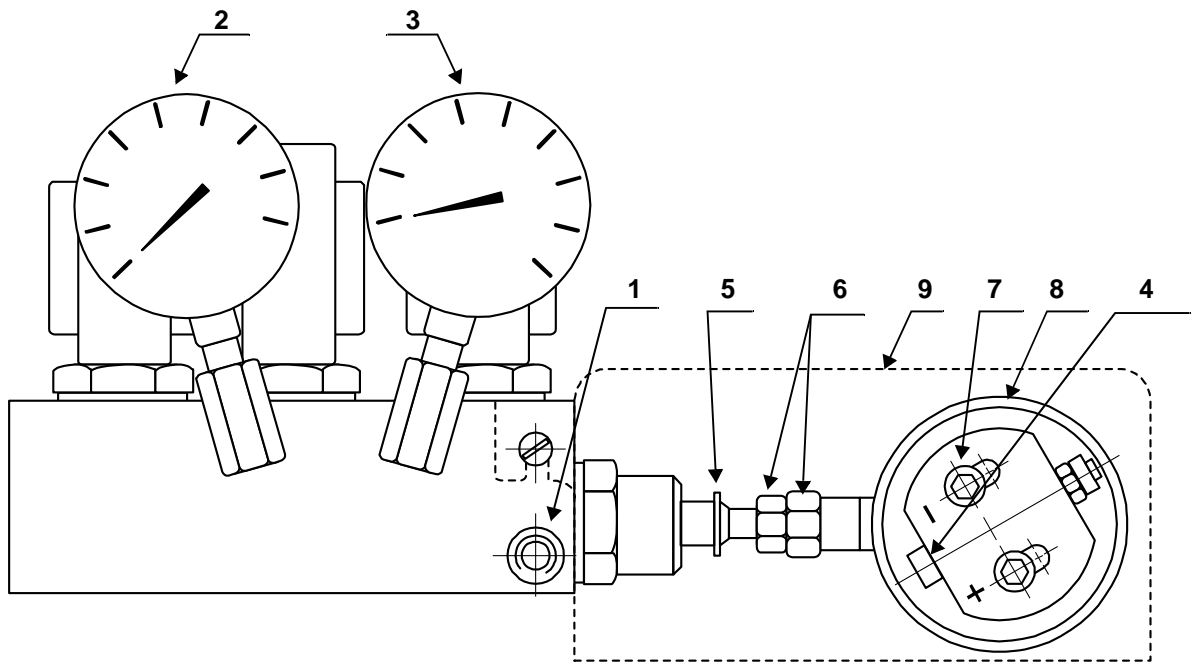

Abb. 3
Die Veränderung des Druckes im Rücklauf (Manometer 3) (Abb. 3) verursacht eine entsprechende Veränderung des Durchsatzes in der Düse.
- Langsam die Nocke mit einstellbarer Kurve (1 Abb. 5), die fest mit dem Exzenter (8 Abb. 3) verbunden ist, drehen. Die Druckveränderung am Manometer (3 Abb. 3) feststellen. Steht der Stellmotor auf Position 130°, ist der Druck und Durchsatz der Düse maximal. Steht der Stellmotor auf Position 20° ist der Druck und Durchsatz der Düse minimal.
Korrekturen des Druckes im Rücklauf werden durch Veränderung des Exzenters (8 Abb. 3) und der Schraubenmutter und Gegenmutter erreicht
Der Brennerkopf bewegt sich gleichzeitig mit dem Exzenter (8 Abb. 3) und der Nocke mit verstellbarer Kurve (1 Abb. 5). Die Stellung des Kopfes ist auf der Skala des Zylinders (2 Abb. 4) ersichtlich.